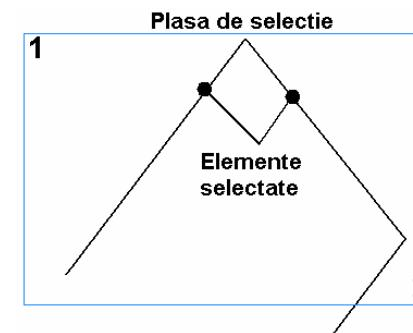

Figura 1.3.7.
- generarea plasei de selecție pornind dinspre stânga spre dreapta selectează numai elementele complet incluse în plasă, figura 1.3.7;